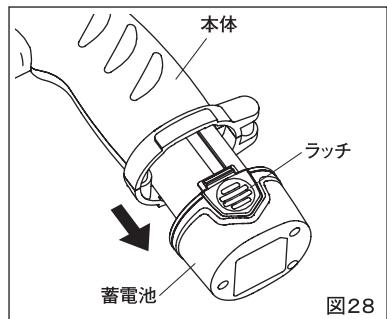

図28
- ①蓄電池のラッチ部を押しながら蓄電池を本体から取外します。(図28)